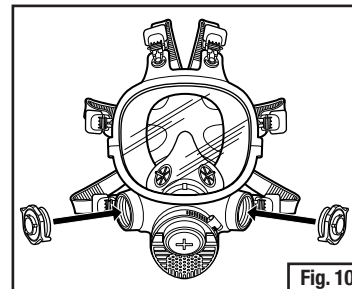

Fig. 10
2. L'adaptateur à baïonnette 701 3M^{MC} permet de fixer le tuyau de respiration à deux arrivées d'air au masque complet 7800S 3M^{MC} (Fig. 10).